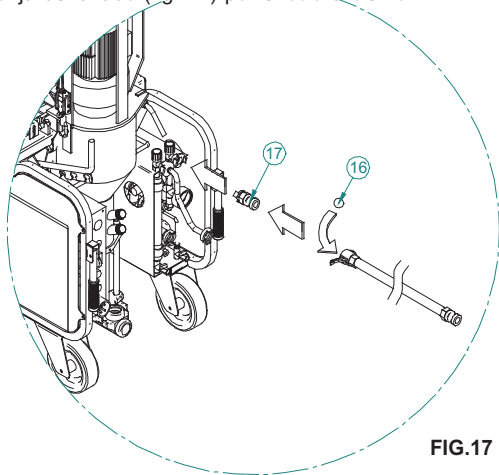

FIG.17
Quitar el mezclador y lavarlo. Limpiar la zona de mezcla con una espátula. Introducir el rascador (ref. 15) de la manera indicada en la fig. 17, cerrar la cámara de mezcla, situar el interruptor principal en la posición de trabajo y accionar el selector de marcha. Dejar girar durante 5-10 segundos, hasta que la cámara de mezcla quede totalmente limpia.
Luego, lavar los tubos. Introducir una esponja de lavado (ref. 16) en el inicio del tubo, conectar el tubo de envío del material al empalme del tubo de argamasa - tubo agua (ref. 17): luego, conectarlo a la llave auxiliar del agua. Poner en marcha la bomba del agua y abrir la llave auxiliar del agua hasta que salga la esponja de lavado (fig. 17) por el otro extremo.